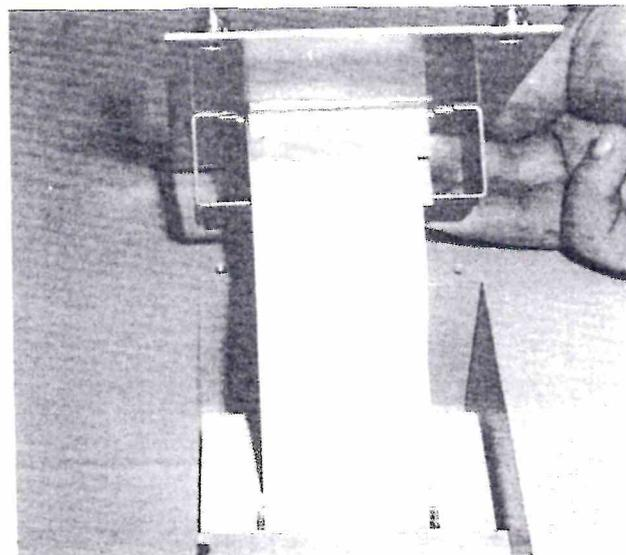

Bild 3
5. Papier in Druckerschlitz nach aussen führen (Bild 3). Anschliessend Deckel festschrauben.